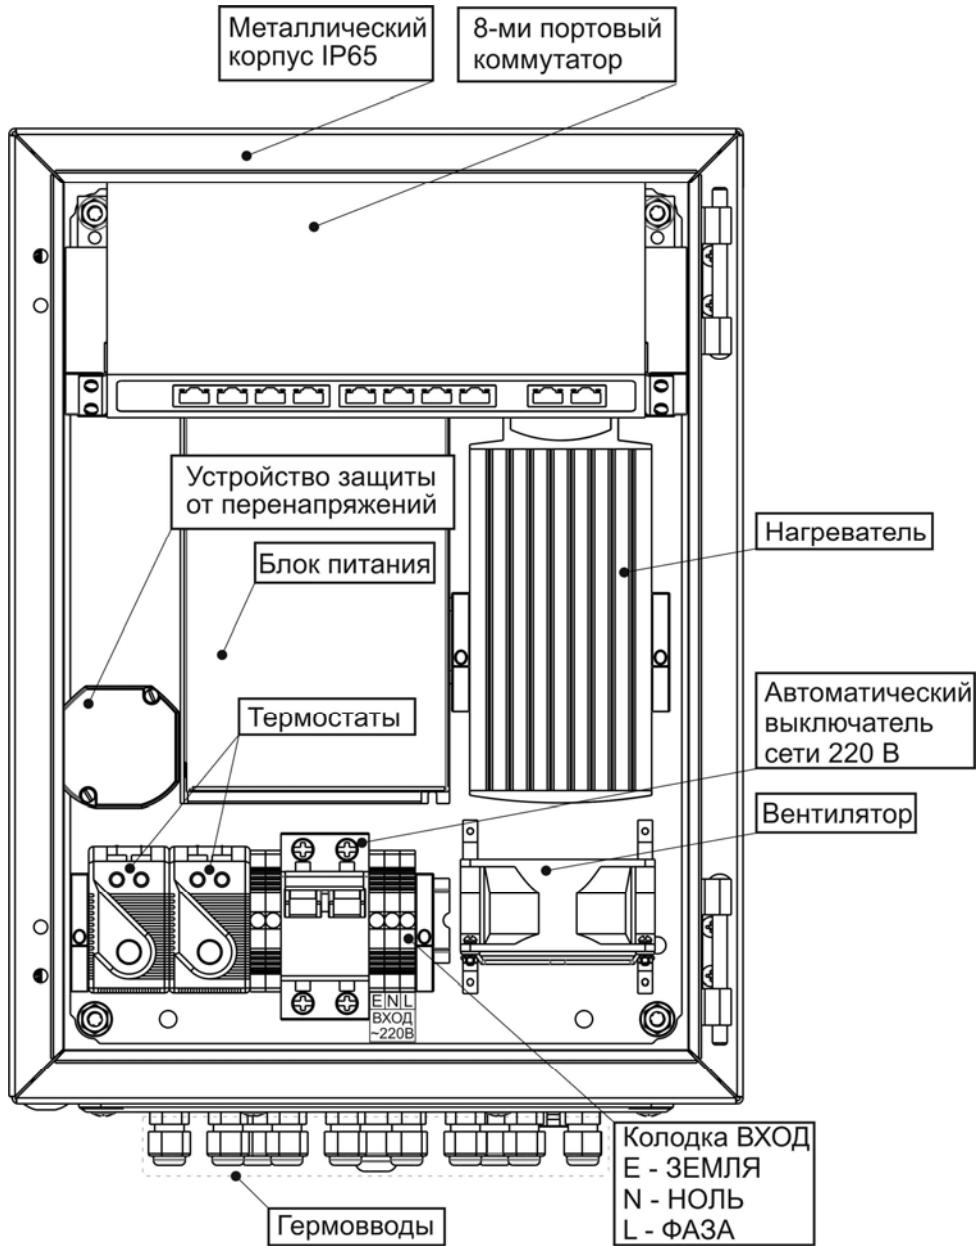

Рисунок 3 - вид изделия с открытой дверцей
При открытой дверце осуществляется доступ к 8-ми портовому коммутатору (далее по тексту: коммутатор), автоматическому выключателю и клеммной колодке ВХОД ~ 220В расположенной на DIN-рейке (см. рисунок 3).
- Провод заземления подключите к клемме Е (ЗЕМЛЯ) на колодке «ВХОД» (см. рисунок 3).
- Подключите, соблюдая фазировку, к клеммам колодки «ВХОД» изделия сетевые провода N (НОЛЬ) и L(ФАЗА) (см. рисунок 3).